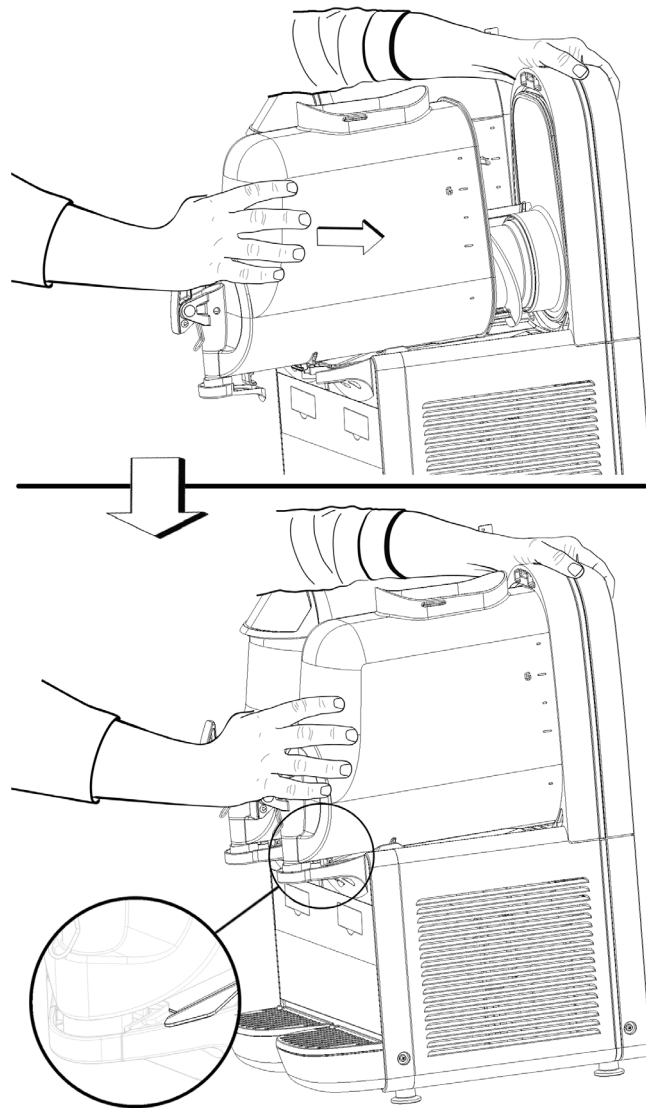

figura 23
**6** Montar de nuevo el recipiente empujándolo hacia la pared posterior, asegurándose que encaje correctamente sobre la guarnición. La palanca de bloqueo descenderá hasta apoyarse sobre la plataforma de goteo (ver figura 23).